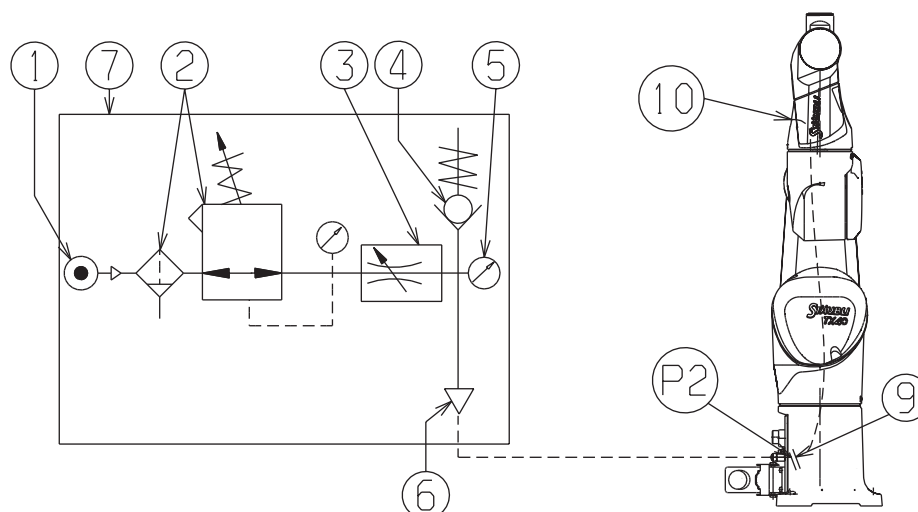

Figure 1.10
1.9.2. MONTAGE (figures 1.10 et 1.11)
- Si le pneumatique (P2) entre (9) et (10) n'est pas utilisé, couper le tuyau (P2) en (9) et boucher (P2) en (10).
- Si (P2) est utilisé pour une autre fonction, couper le tuyau (P1) en (9) et boucher le tuyau (A1) en (10).
- Fixer le coffret à l'aide de 4 vis (Ø 6 maxi.) au niveau du repère (8) (vis non fournies) sur une paroi verticale rigide suivant le sens de la flèche ; l'arrivée de l'air (1) étant à gauche du régulateur (2).
- Prévoir l'arrivée d'air en (1), il s'agit d'un trou taraudé G1/4 ; la pression de l'air est de 10 bar maxi. Avant que la pression n'arrive en (1), s'assurer que le régulateur (2) soit complètement dévissé et que la vanne (3) soit complètement vissée. Avant de mettre la pression sur le bras, s'assurer également que le bras soit bien raccordé et bien étanche (couvercles fermés, tuyau raccordé en (6) et en (9), etc.).